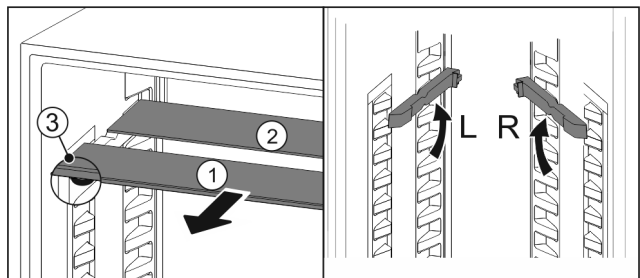

Fig. 194
- ▶ Glasplatten einzeln nach vorne herausziehen Fig. 194 (1).
- ▶ Glasplatte Fig. 194 (1) mit Zierleiste liegt vorne.
- ▶ Stopps Fig. 194 (3) zeigen nach unten.